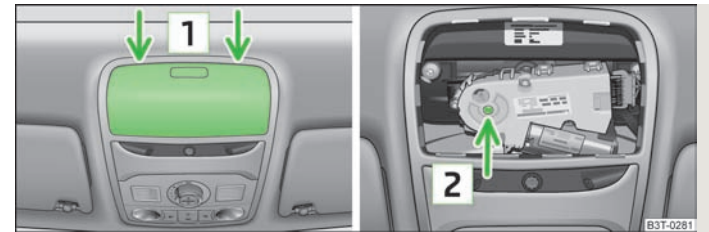

Abb. 31 Ausschnitt des Dachhimmels / Schlüsselansatzpunkt
Bei defekter Anlage kann das Panorama-Schiebedach von Hand geschlossen bzw. geöffnet werden. Die Notbetätigung des Panorama-Schiebedachs befindet sich unter dem Brillenfach **1** » Abb. 31.
- Einen etwa 5 mm breiten Schraubendreher vorsichtig in den Schlitz an den mit Pfeilen gekennzeichneten Stellen **1** » Abb. 31 einsetzen.